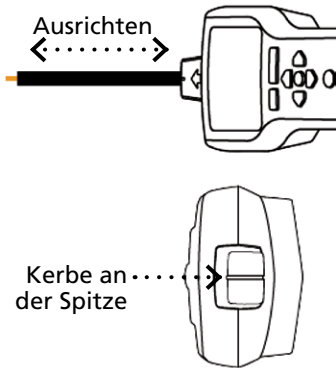

Abbildung 3.1h:
5. Empfängerpositionierung: Um möglichst präzise Ergebnisse zu erhalten, richten Sie die Kerbe im Spitzensensor auf den Leitungsverlauf. Bei falscher Ausrichtung kann das Signal verloren gehen (Abbildung 3.1h).